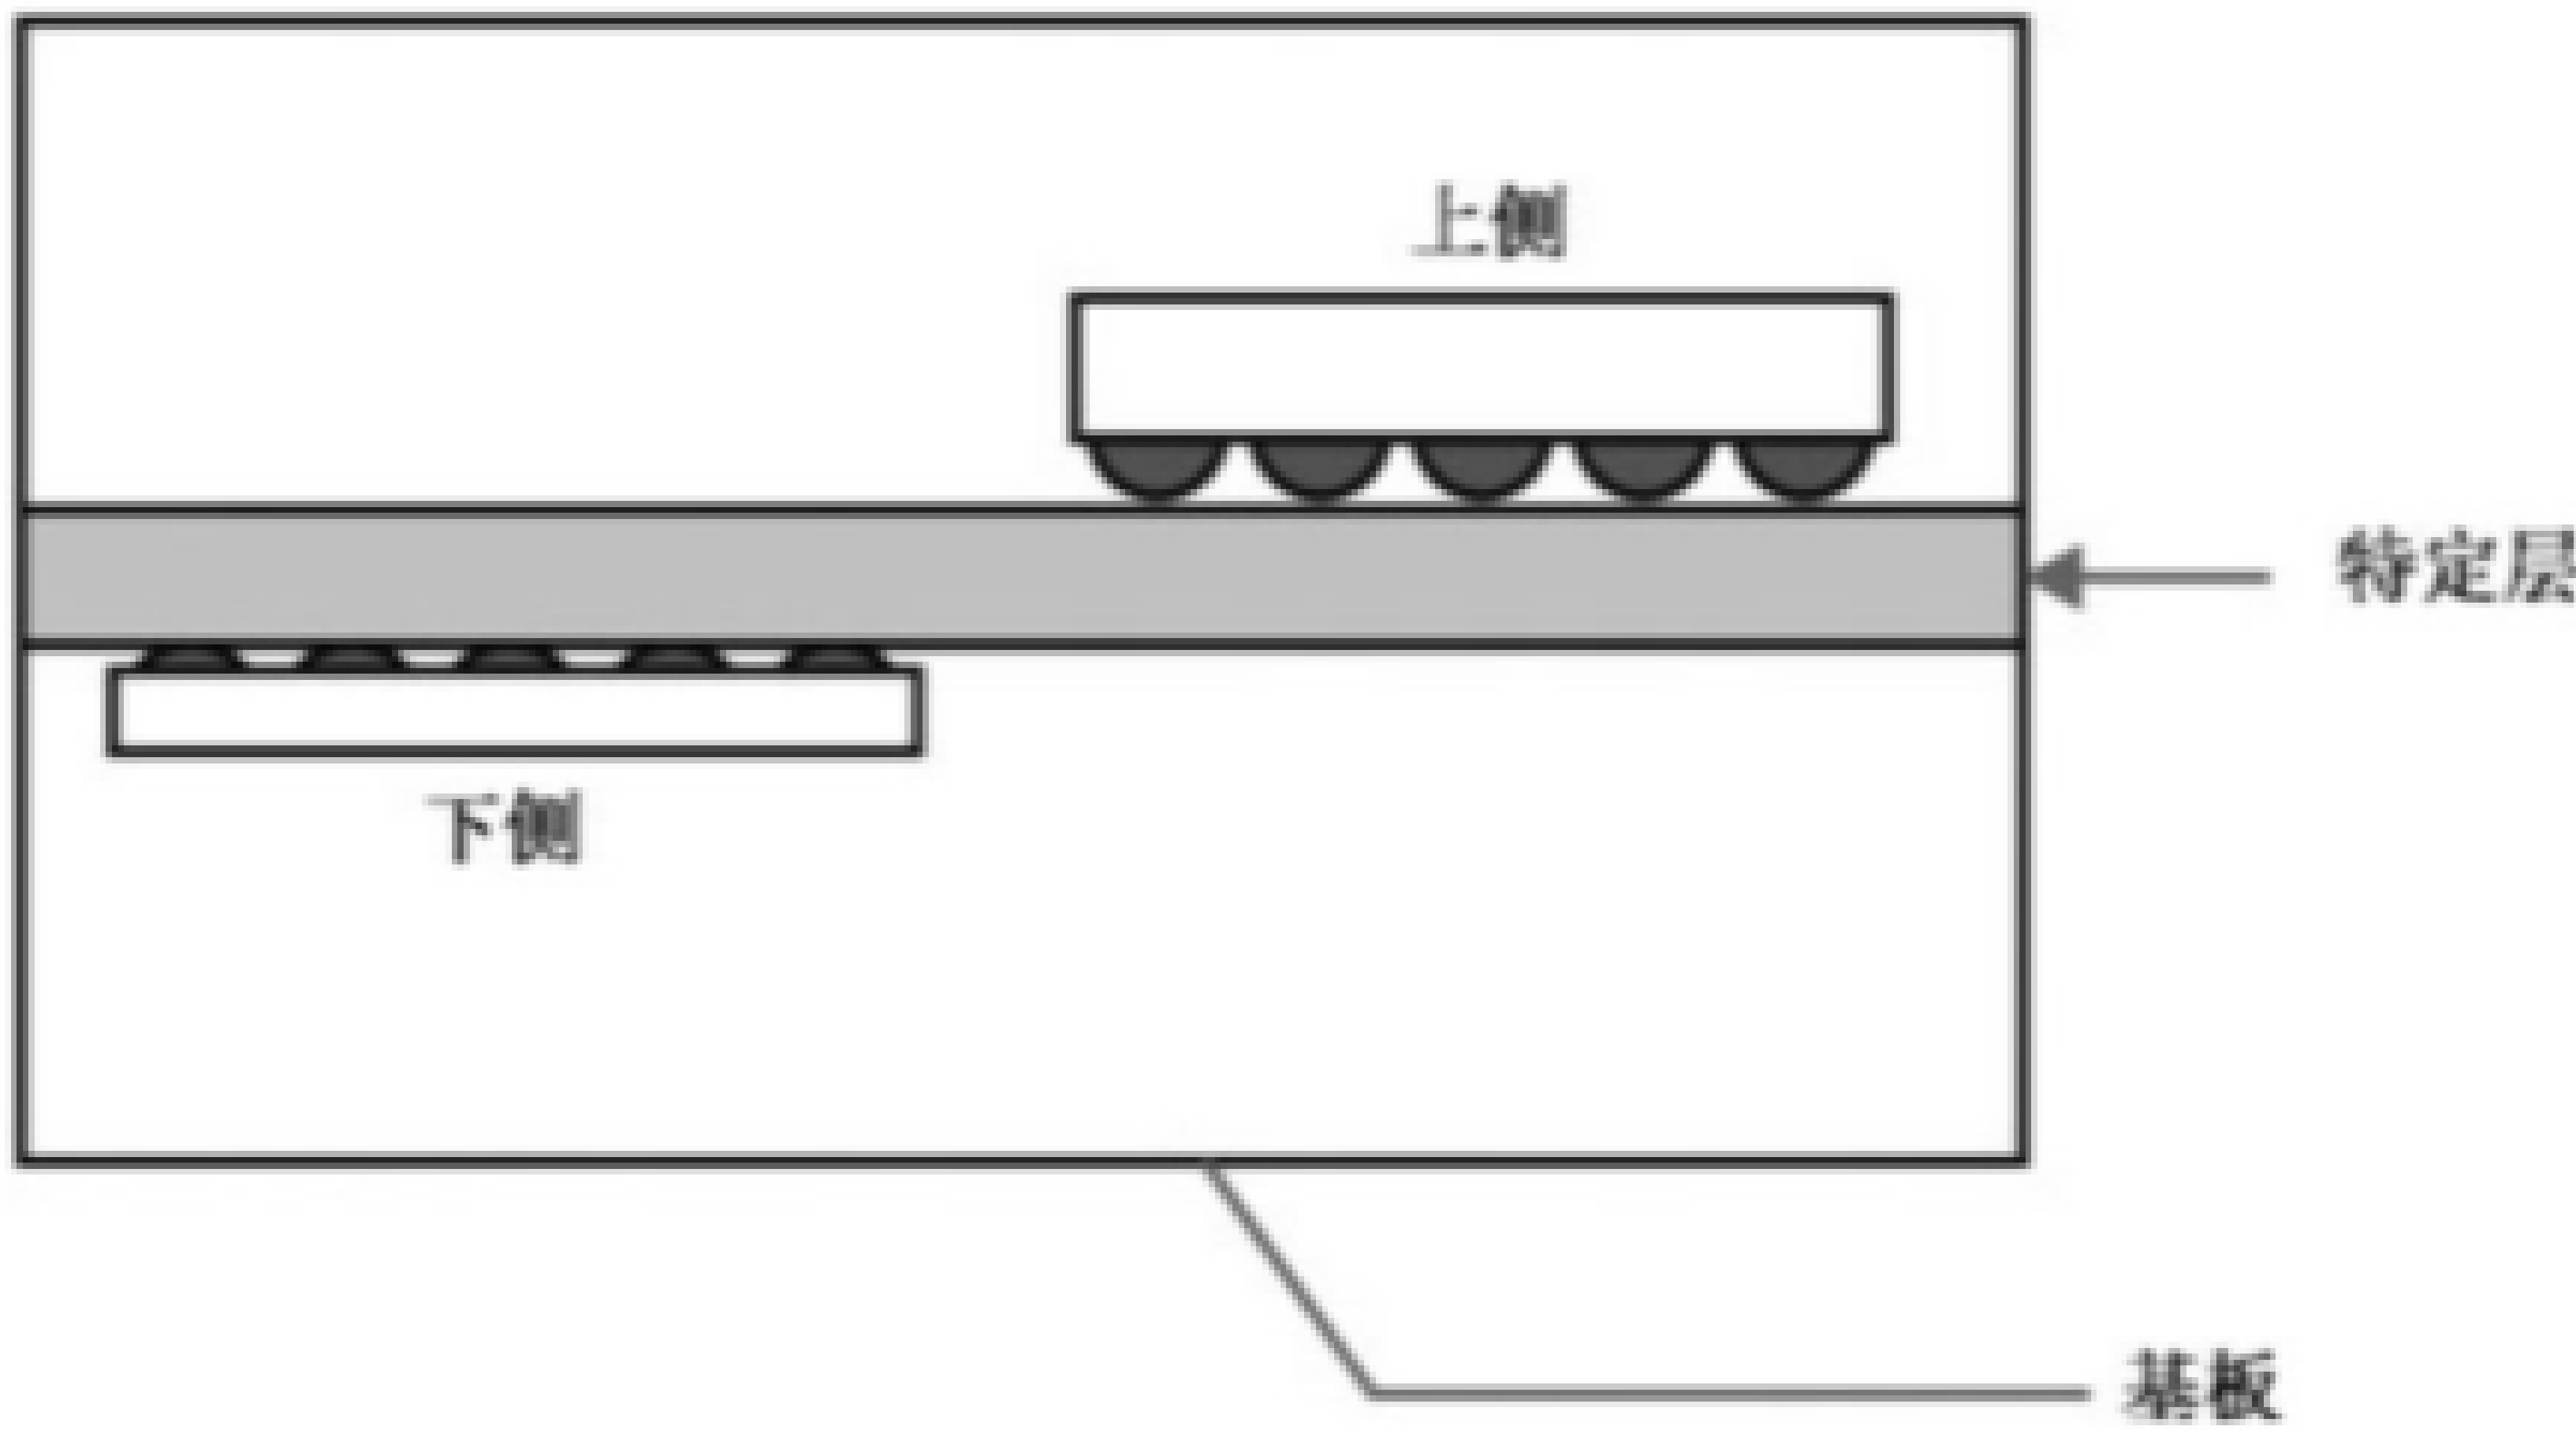

图 42 指定层安装面说明图示
- f) `attach`: 此属性与 `ref_layer` 属性一起使用,并指定填充区域的放置边。可用的变量为 ABOVE 或 BELOW(参见图 42)。如果指定了“ABOVE”,则在指定层的上方构建放置阻塞区域。如果指定了 BELOW,则在指定的层下方构建放置填充区域。